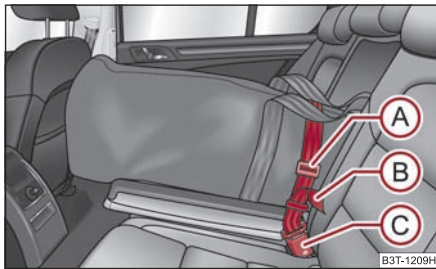

Abb. 122 Sicherung des Durchladesackes am mittlerem Gurtschloss der Rücksitze
- Stecken Sie den Sicherungsgurt des Durchladesackes (A) in das mittlere Gurtschloss (C) ⇒ Abb. 122.
- Ziehen Sie den Sicherungsgurt am freien Gurtende (B) straff.